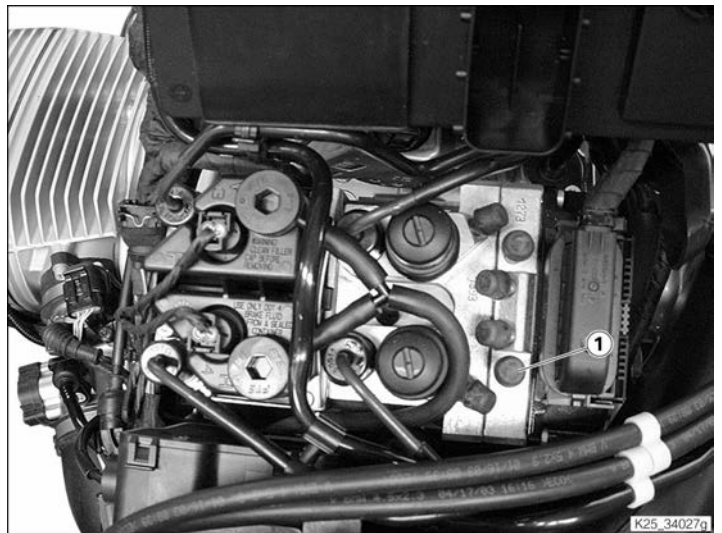

Abbildung 6
3. Durchsichtigen Schlauch auf Entlüfterschraube (Abbildung 6, Nr. 1) des Steuerkreises hinten stecken und damit die Flüssigkeit in einem Behälter auffangen.